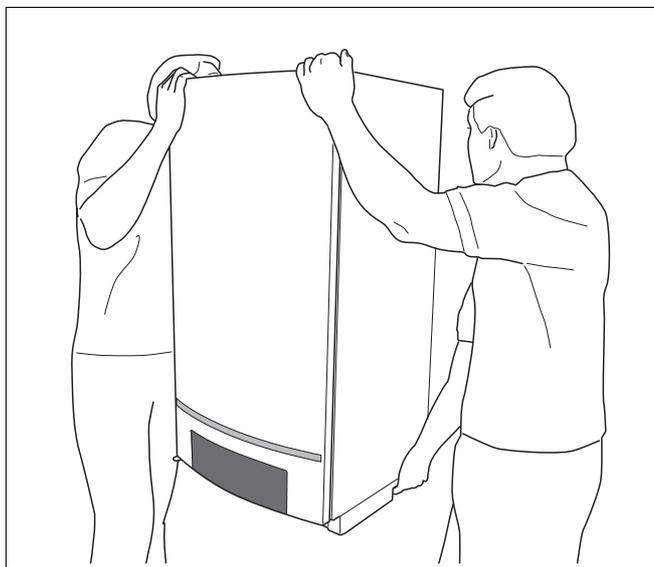

Fig. 2 Sollevare e trasportare la caldaia in modo corretto
- Con l'intervento di due persone, sollevare la caldaia agendo sul retro e sulla guida di trasporto del lato inferiore e agganciarla al supporto a muro (fig. 2, pagina 12).